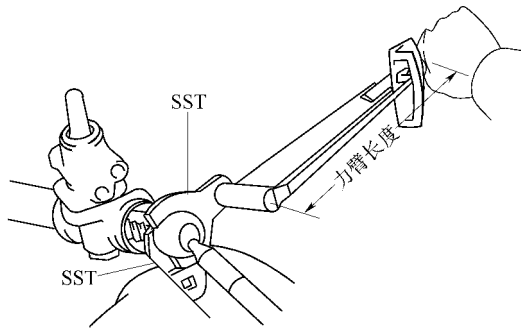

图 16-79 用力臂 340mm 的扭力扳手旋紧带齿垫圈
1) 装上新的带齿垫圈，使用转向机壳大修工具装上齿条尾端，用力臂长 340mm 的扭力扳手旋紧，如图 16-79 所示。